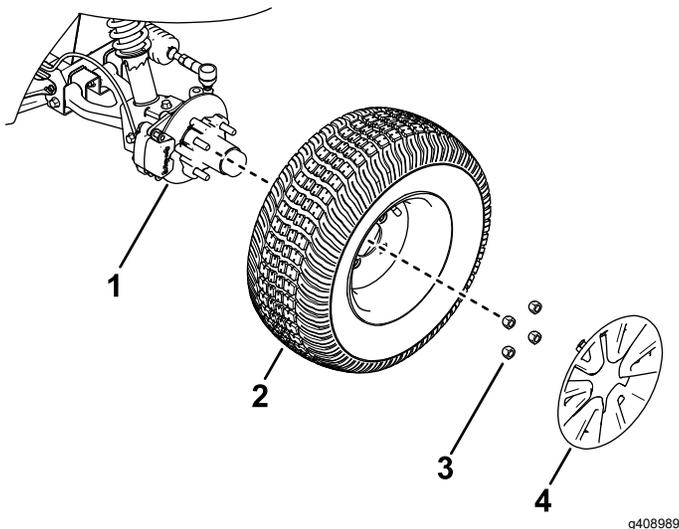

Figure 27
2. Retirez l'enjoliveur et les 4 écrous de roue qui fixent la roue sur le moyeu (Figure 27).
4. Alignez les trous de la roue et les goujons du moyeu, puis montez la roue sur le moyeu en plaçant la valve à l'extérieur (Figure 27).
5. Fixez la roue au moyeu avec les écrous de roue (Figure 27).